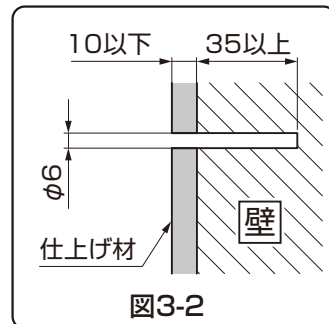

図3-2
- ②ポスト本体を取付ける壁に、穴径φ6、有効深さ35mm以上の穴をあけてください。(図3-2参照)